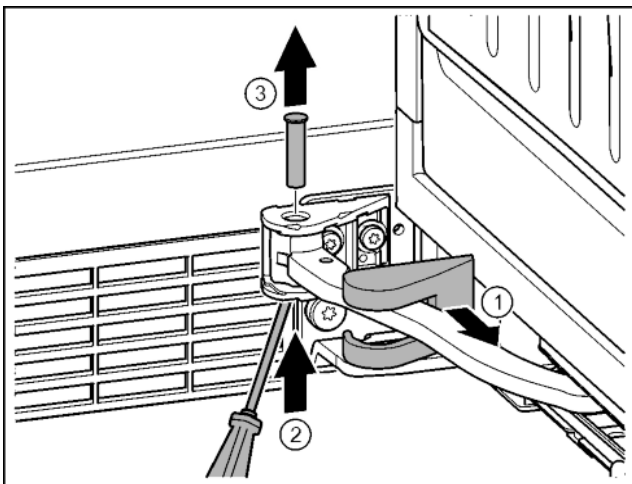

Fig. 14
- ▶ Stáhněte kryt stojanu ložiska a posuňte podél kloubu. Fig. 14 (1)
- ▶ Čep zesponu nadzvedněte prstem nebo šroubovákem. Fig. 14 (2)
- ▶ Šroubovákem zajed'te pod hlavu čepu a vytáhněte. Fig. 14 (3)